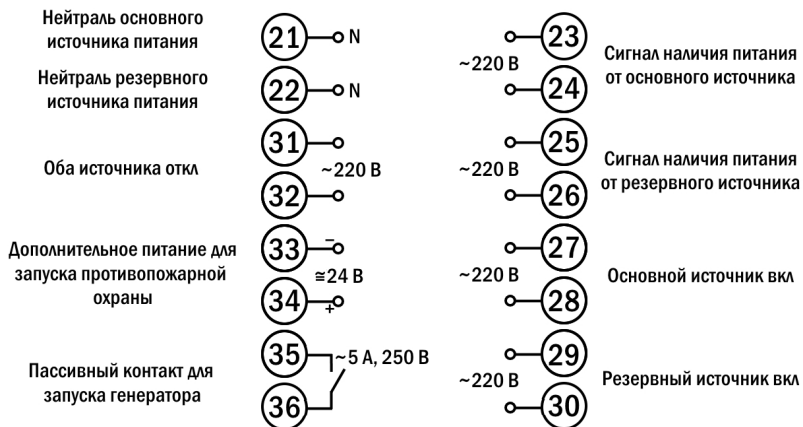

Рис. 8
- 1.7. При необходимости подключите к контроллеру приборы индикации, генератор и противопожарную охрану согласно схеме подключения (рис. 8)